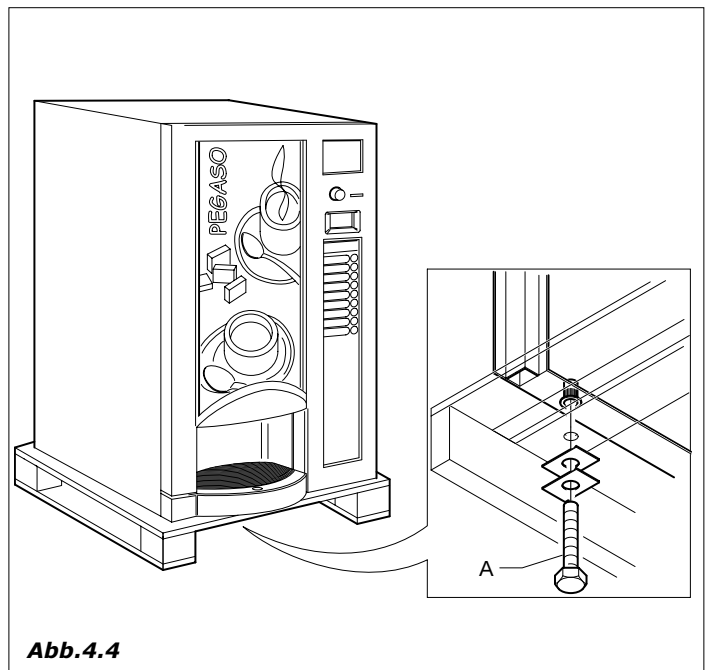

Abb.4.4
- Das Gerät durch Entfernen der Schrauben (A) der Transportsicherung von der Palette lösen (Abb. 4.4)